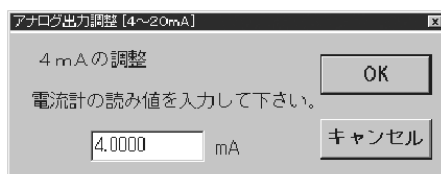

図42
- ③ 図42のような画面が現れますので、現在出力している電流計の読値を入力し、「OK」ボタンをクリックしてください。